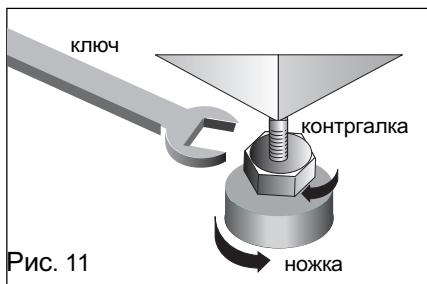

Рис. 11
- Защитить ножки при помощи контргаек (рис. 11)